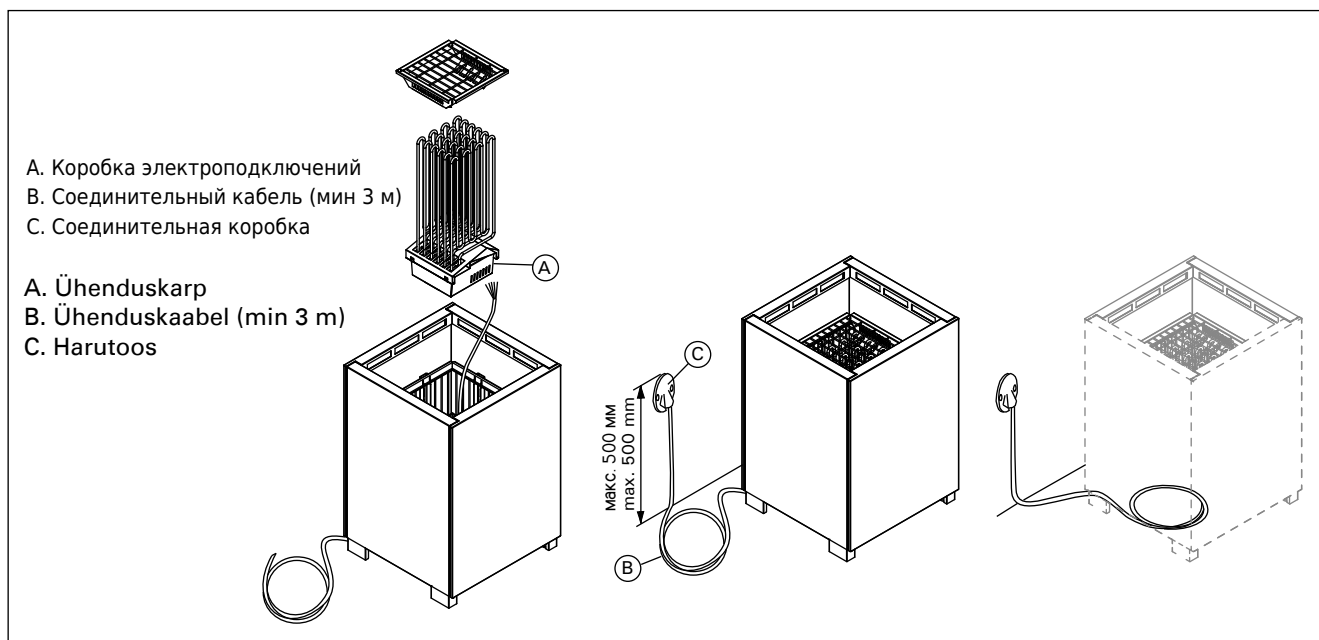

Рисунок 6. Установка каменки
- Каменка гибким проводом подсоединяется к соединительной коробке (рис. 6:С) на стене сауны. Соединительная коробка должна быть брызгозащитной и находиться на расстоянии не выше 500 мм от пола.
- В качестве кабеля (рис. 6:В) следует использовать резиновый кабель типа H07RN-F или подобный. **ВНИМАНИЕ! Использование кабеля с ПВХ-изоляцией запрещено вследствие его разрушения под воздействием тепла. Соединительный кабель должен иметь длину не менее 3-х метров, чтобы была возможность поднять вверх модуль нагревательных элементов.**
См. рис. 6.